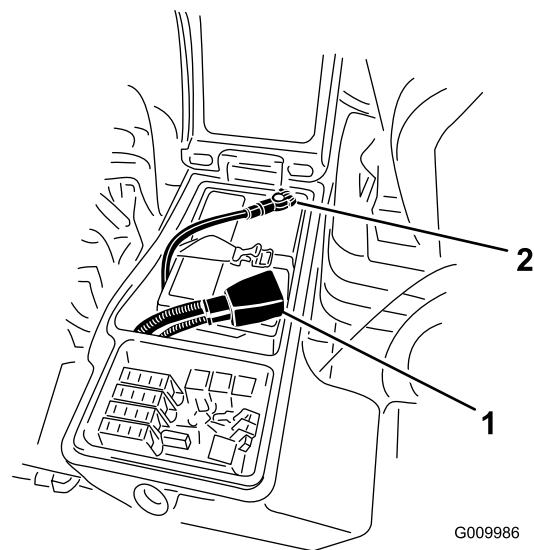

図 66
3. バッテリーのマイナス-端子からマイナスケーブル黒を外し、次に、プラス+端子からプラスケーブル赤を外す 図 66。
6. 赤いケーブルをバッテリーの端子に、黒いケーブルはバッテリーの端子に固定する 図 66